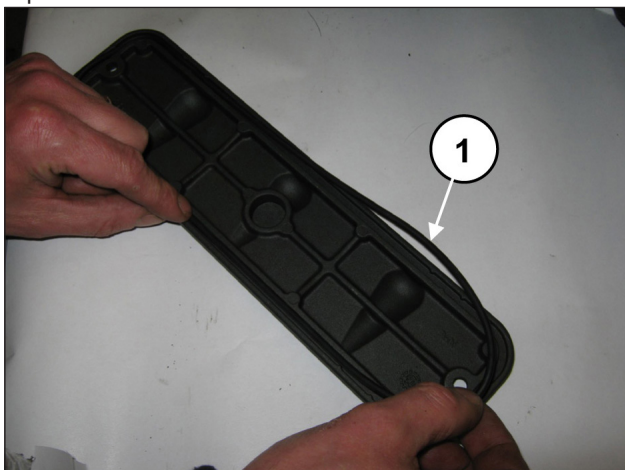
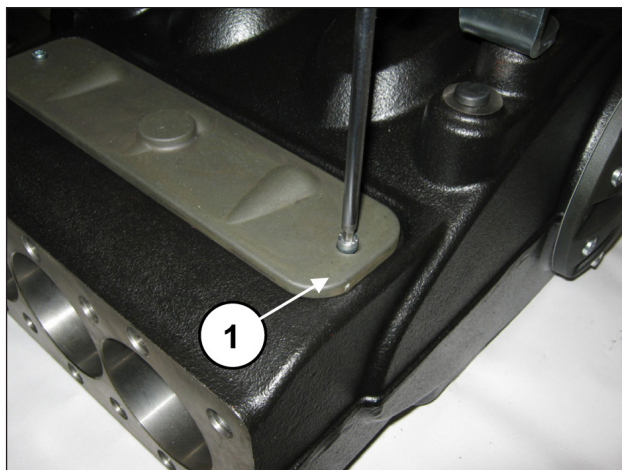

Fig. 97
Fig. 98
Applicare i coperchi ispezione con O-ring (pos. ①, Fig. 97) e serrare mediante 2 viti M6x14 (pos. ①, Fig. 98) e 2 viti M6x40. Tarare le viti con chiave dinamometrica come indicato nel capitolo 3 TARATURE SERRAGGIO VITI.